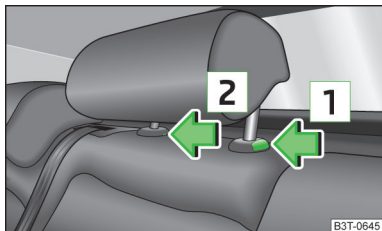

Fig. 70
- Pousser la touche de verrouillage dans le sens de la flèche **1** » fig. 70, poussez en même temps le verrouillage dans l'ouverture **2** au moyen d'un tournevis plat d'une épaisseur de 5 mm max. et sortez l'appuie-tête.